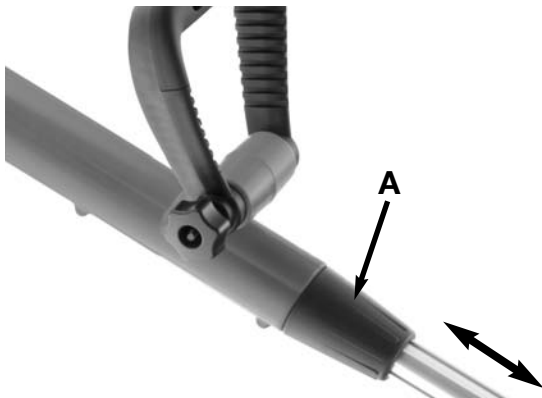

Fig. 2
1. Afloje el anillo de ajuste (A) rotándolo hacia la derecha.
3. Apriete el anillo de ajuste (A) rotándolo hacia la izquierda. (Fig. 2)